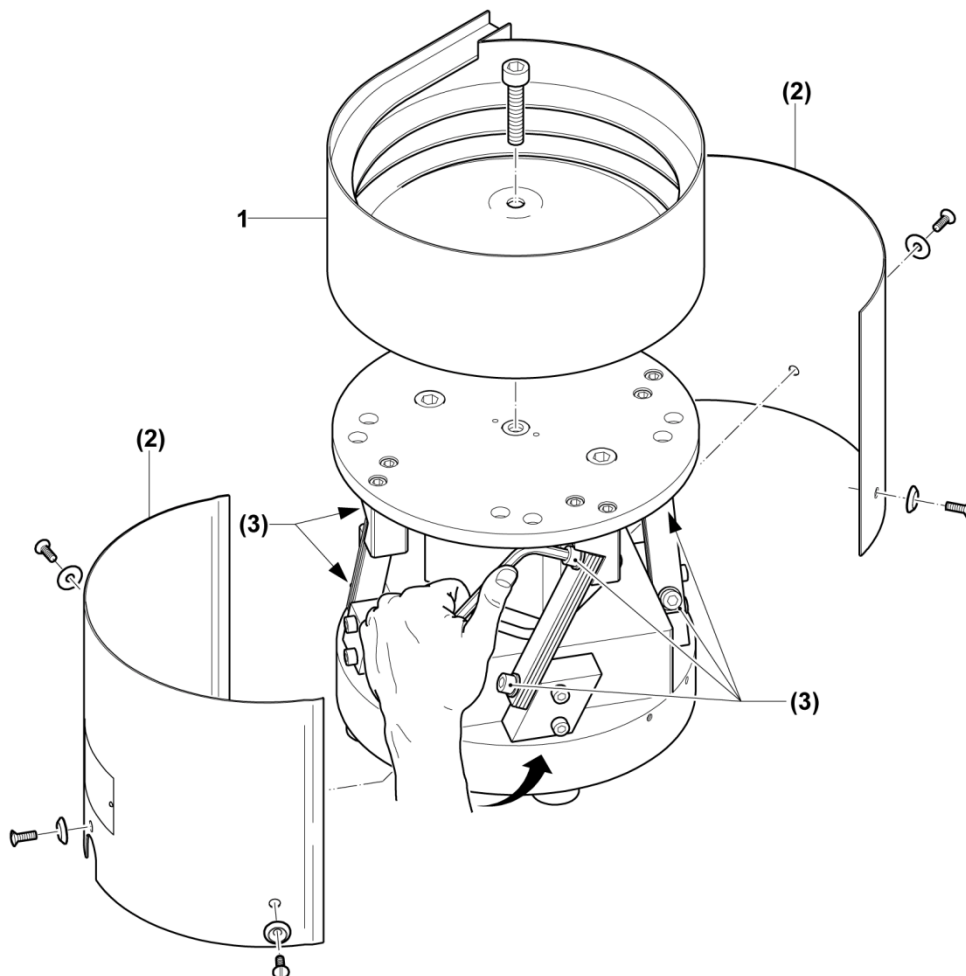
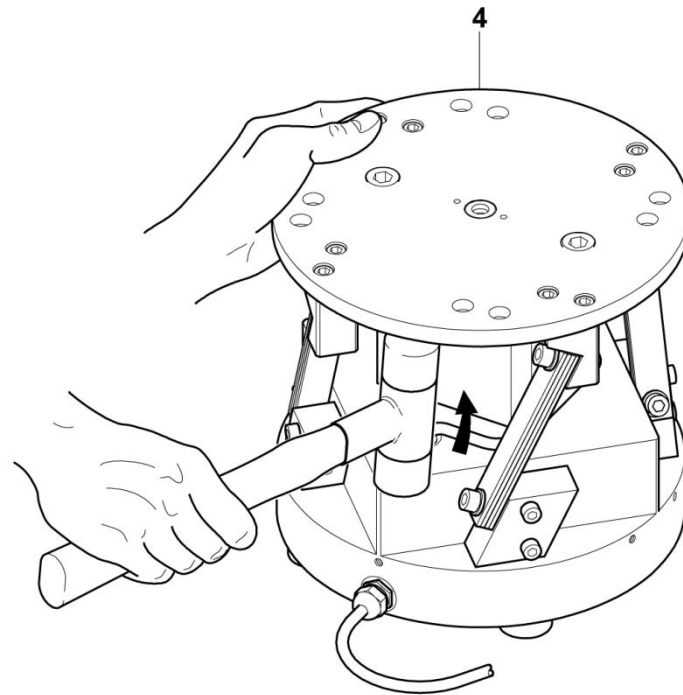
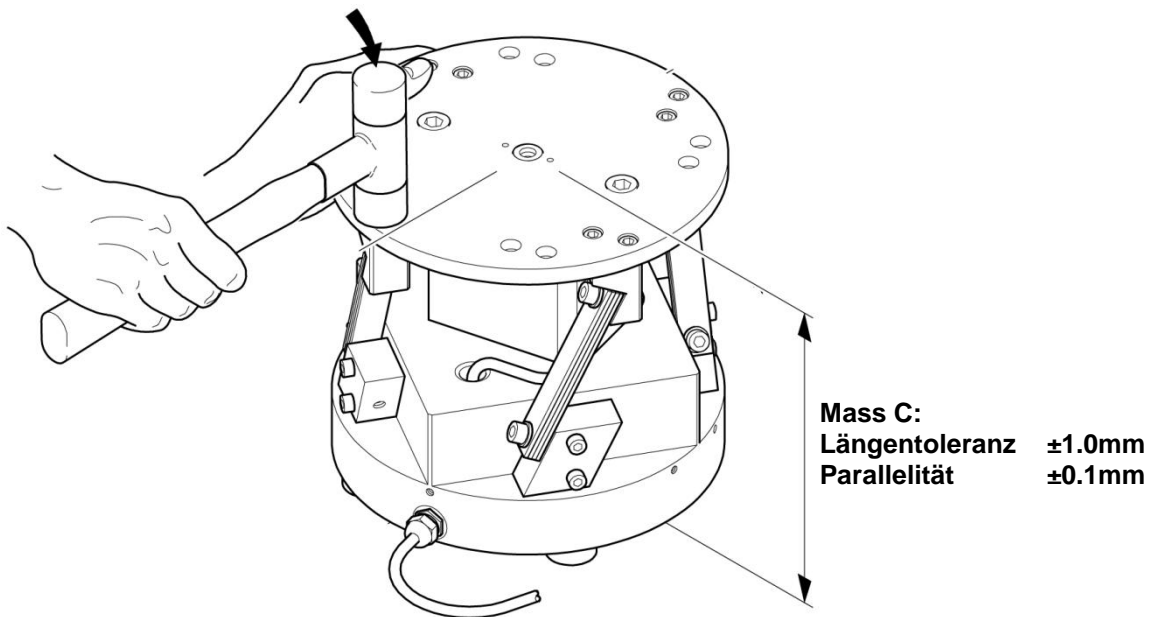

Abbildung 12
Abbildung 13
Abbildung 14
Für diesen Arbeitsvorgang empfiehlt es sich, den Fördertopf (1) zu entfernen (siehe Abbildung 12)!
1. Verschalungen (2) entfernen
2. Die Schrauben der Federpakete (3) etwas lösen
3. Den Schwingteller (4) mit einem Kunststoffhammer erst in die obere Position klopfen (siehe Abbildung 13), dann nach unten klopfen, bis eine Höhentoleranz von $\pm 1.0\text{mm}$ und eine Parallelitätstoleranz zur Sockelgrundfläche von 0.1mm erreicht ist. (siehe Abbildung 14)
4. Die Schrauben (3) der Federpakete wieder festziehen
5. Den Fördertopf (1) wieder montieren und die nötigen Einstellungen durchführen (siehe Kapitel 5.1)